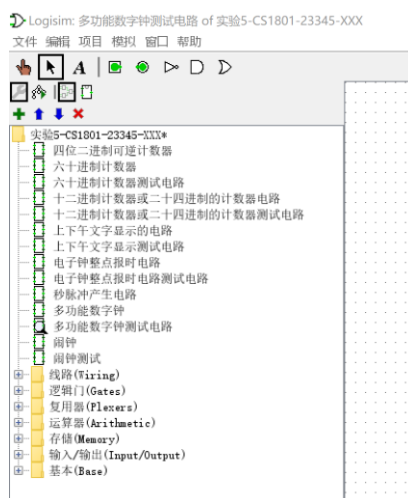

图 5.9 实验五子电路结构
- (1) 本次实验的全部电路都在同一个 Logisim 文件中，子电路结构如图 5.9 所示；